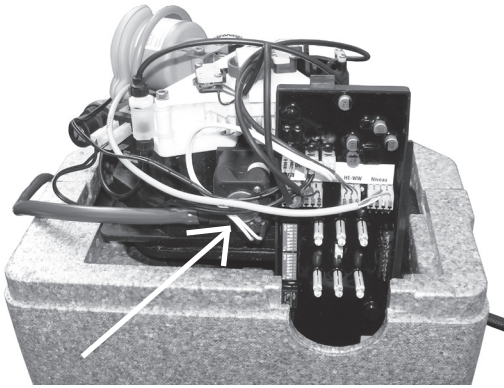

Abb. 1
4. Schließen Sie den Regenerationsschlauch oben an das Steuergerät an (Abb. 1) und ziehen Sie ihn durch die linke seitliche Isolierung auf die Rückseite des Gerätes.
**Die Oberkante des Salzbehälters muss tiefer liegen als der Anschluss des Regenerationsschlauches (Abb. 1)!**